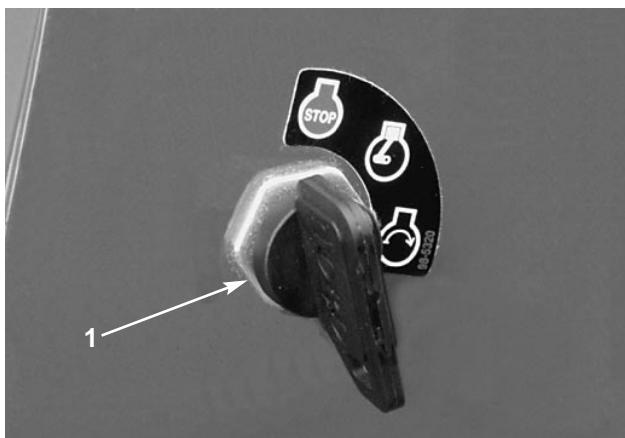

Bild 11
**Zündschloß** (Bild 11)—Das Zündschloß, mit dem der Motor gestartet und gestoppt wird, hat drei Positionen: AUS, LAUF (Glühkerze) und START. Drehen Sie den Zündschlüssel im Uhrzeigersinn—START-Position—um den Anlasser zu betätigen. Lassen Sie den Schlüssel wieder los, sobald der Motor angesprungen ist. Der Zündschlüssel geht von selbst auf EIN zurück. Drehen Sie zum Abstellen des Motors den Schlüssel entgegen dem Uhrzeigersinn auf AUS.